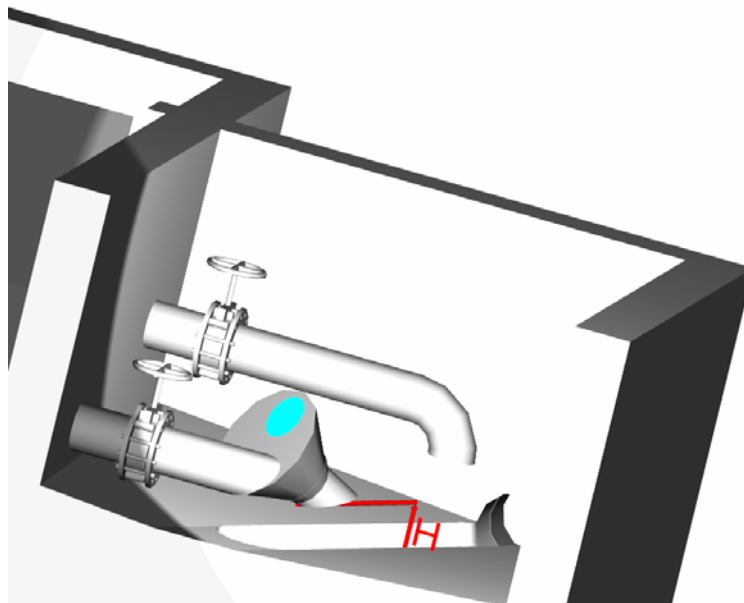

Figura 6
- La altura libre es la altura (H) a la que se encuentra la parte inferior del regulador respecto de la solera. Véase Figura 6.